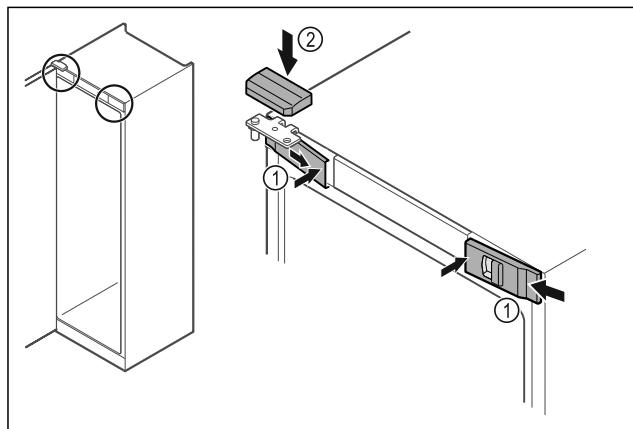

Fig. 51
- ▶ Bočno zakvačite prednje poklopce Fig. 51 (1) i uglavite ih iznutra.
- ▶ Uglavite gornji poklopac Fig. 51 (2) odozgo.